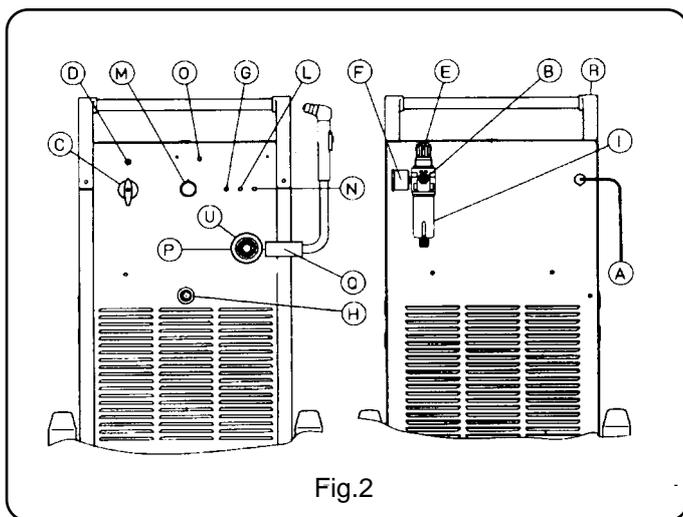

Fig.2
### 1.1 MONTAGGIO TORCIA (Fig. 2)
Per evitare eventuali sovraccarichi, posta sugli avvolgimenti del trasformatore di potenza ed evidenziata dall'accensione della lampada spia **G** (vedi fig.2).
Per evitare che la pressione aria sia insufficiente, posta sull'alimentazione della torcia evidenziata dalla spia **L** (vedi fig.2).
2) che manda in blocco la macchina quando l'elettrodo raggiunge uno stato di usura tale da dover essere sostituito. Questa seconda funzione è evidenziata dall'accensione della lampada N (fig.2).